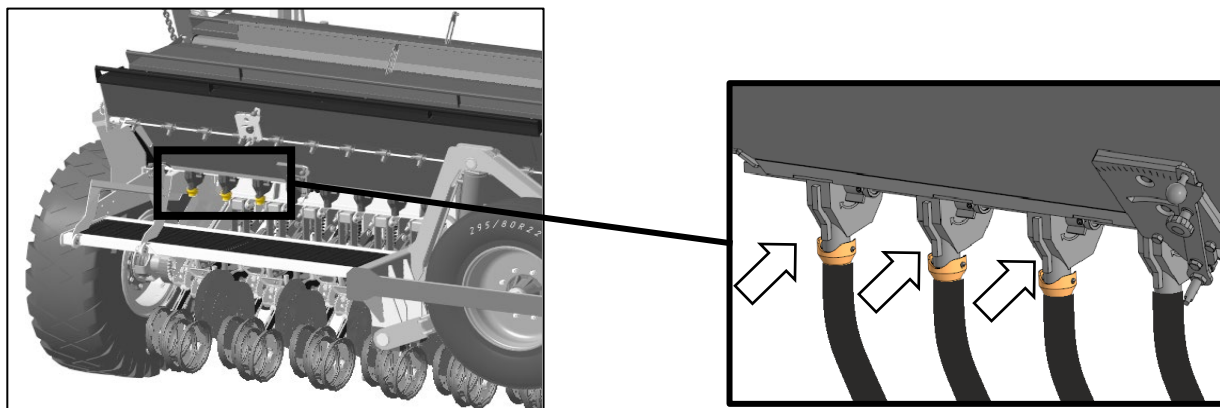

Рисунок 35 – Зона работы трёх первых дозаторов
1. Заполнить бункер посевным материалом в зоне работы трёх первых дозаторов, рис. 35.
3. Отсоединить семяпроводы от трёх первых дозаторов (семяпроводы с быстросъёмными соединениями), рис. 35.